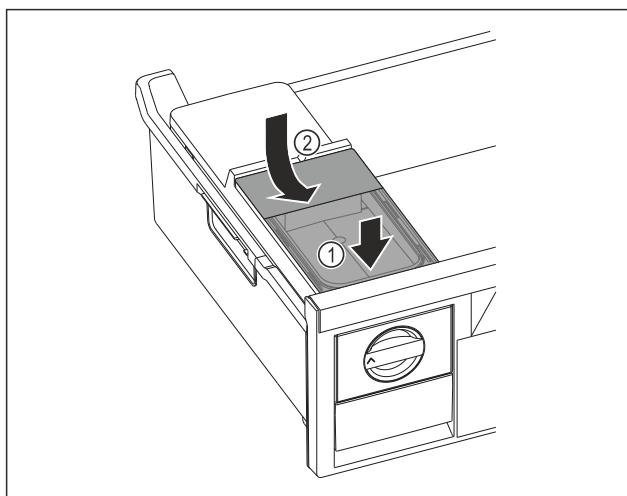

Fig. 68
- Помістити бак для води спереду. Fig. 68 (1)
- Опустити бак для води ззаду. Fig. 68 (2)